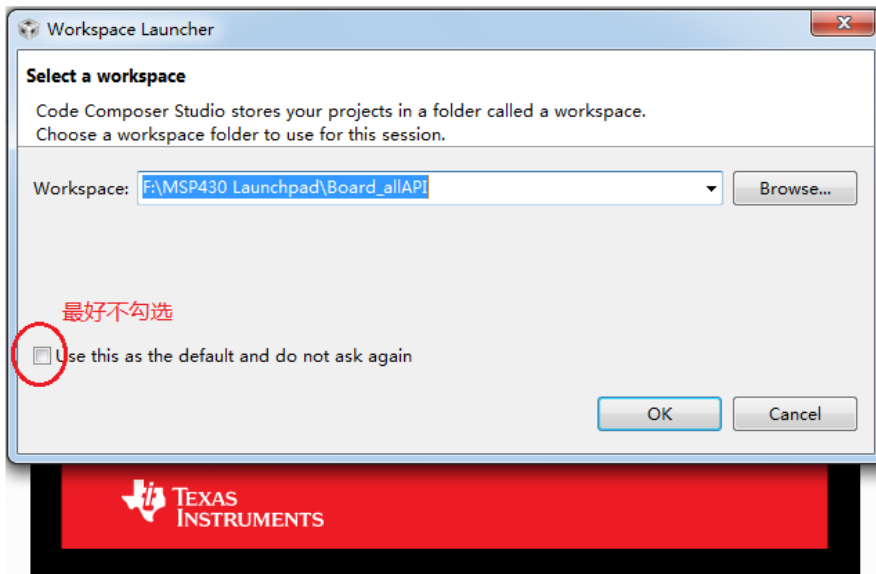

图 2.2 选择工程空间
- 3) 在安装到“Select a workspace”的时候，最好别勾选图 2.2 中的小框，那样的话要再更改 Workspace 会不方便。